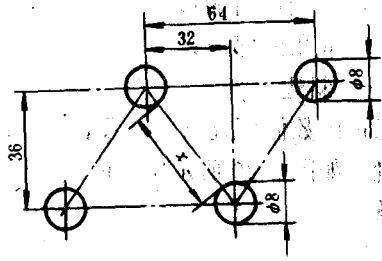

图 1-14 冲孔模
13. 如图 1-14 所示,求冲孔模上两孔之间控制尺寸 x 。